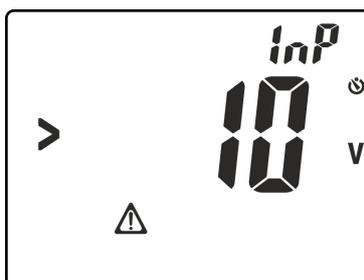

Fig. 17: Presença de tensão nos terminais de entrada
7. Premir o botão **GO/HOLD** para ativar o teste. O ecrã da Fig. 17 pode aparecer no display para assinalar a presença de uma tensão $>10V$ existente nos terminais de entrada que bloqueia o desenrolar dos testes
7. Premir o botão **GO/HOLD** para ativar o teste. O ecrã da Fig. 17 pode ser apresentado no display para assinalar a presença de uma tensão >10V presente nos terminais de entrada que bloqueia o desenrolar do teste